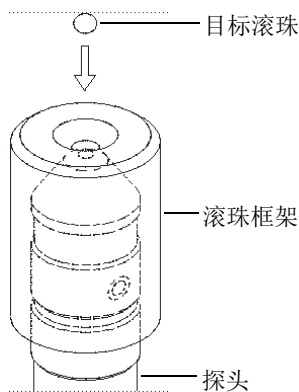

图 4-6 框架上的目标滚珠要与探头尖端对齐
3. **放上钢珠**：选择在随后的测量中要使用的目标滚珠，以及适用于滚珠尺寸的滚珠框架。这个框架要使目标滚珠的中心与探头尖端对齐。将滚珠放置于框架的上面。将框架套到探头的尖端上，使其向下滑动，直到不动为止，如第 73 页的图 4-6 所示。